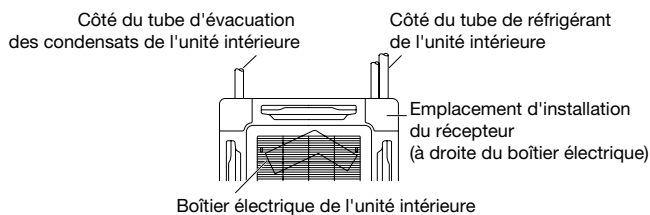

Fig. 3-1
1. Le seul emplacement dans lequel le récepteur peut être installé est celui illustré à la figure 3-1. Aussi, tenez compte de la direction du panneau lorsque vous l'installez sur l'unité intérieure.